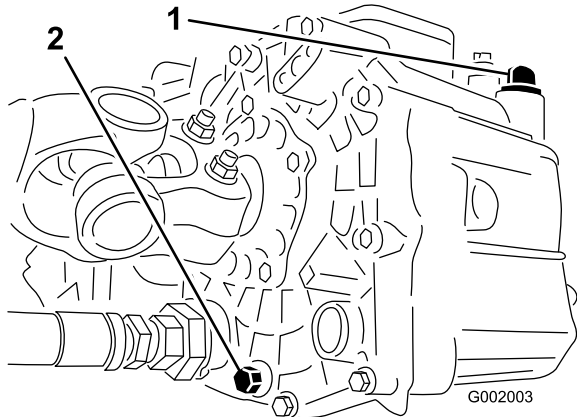

Figura 65
3. Togliete la valvola di spurgo situata sul fianco del serbatoio e lasciate defluire il fluido idraulico nella bacinella. (Figura 65).